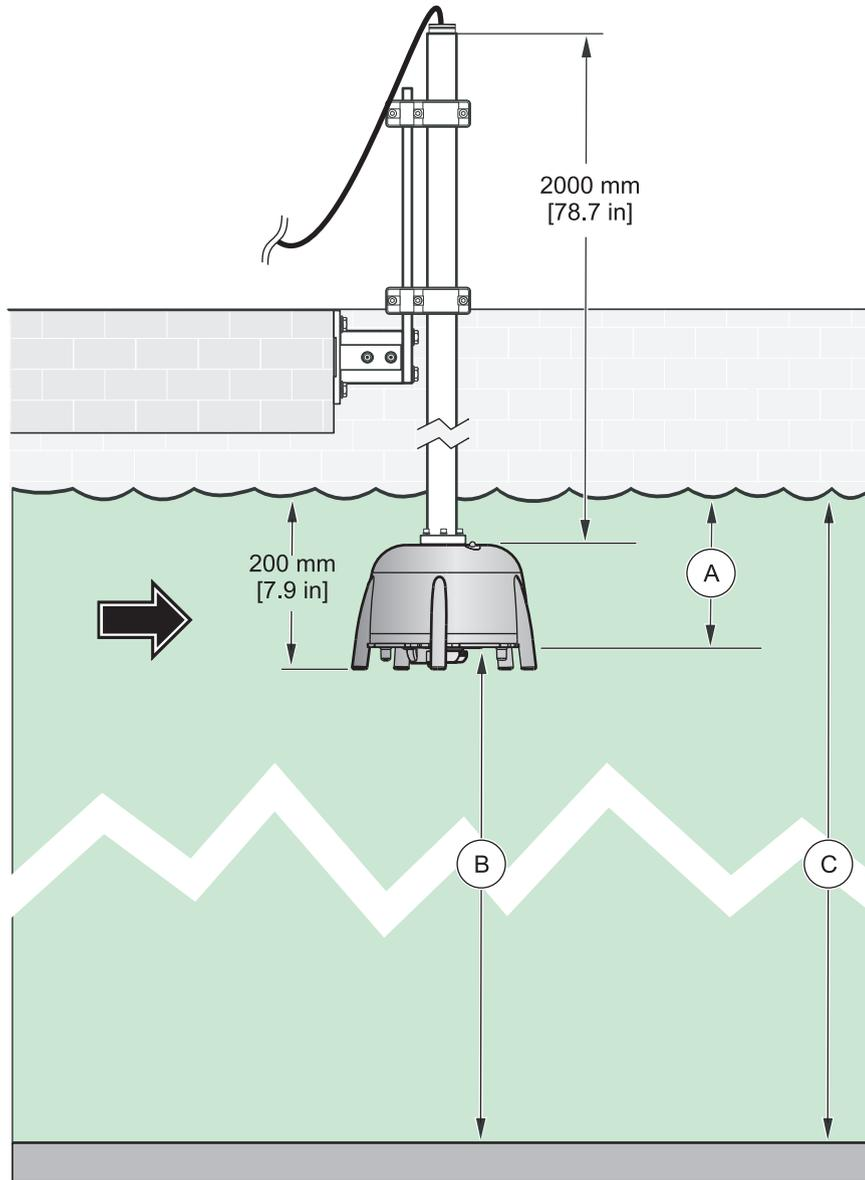

図 10 プランジャー深さ - タンク深さ
- [CALIBRATE (校正)] プローブメニューの [PLUNGERDEPTH (プランジャー深さ)] メニュー項目 (図 10 の A) で実際のプランジャー深さを入力します。
- [CALIBRATE (校正)] プローブメニューの [TANK DEPTH (タンク深さ)] メニュー項目 (図 10 の C) でタンク深さの記録値を入力します。